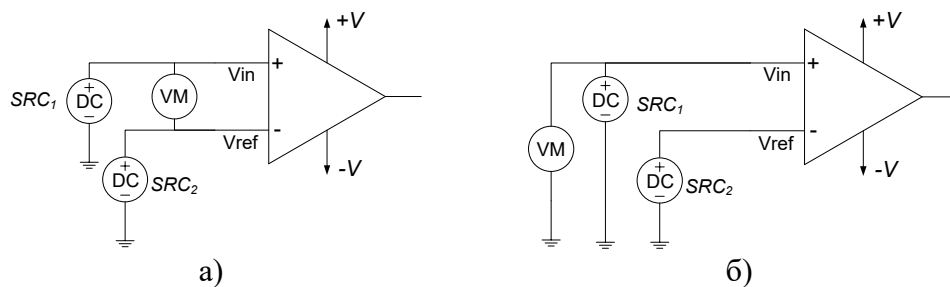

Рис. 6
4. Чому напругу зміщення компаратора краще визначати встановлюючи вольтметр між неінвертуючим та інвертуючим входами компаратора (рис. 6а) ніж між неінвертуючим входом та землею (рис. 6б)?